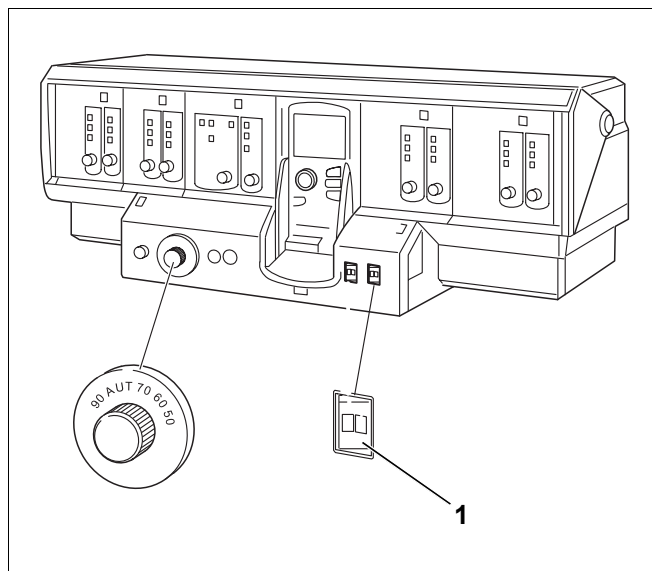

Bild 49 Beispieldarstellung Logamatic 4311
- ▶ Betriebsschalter (Bild 49, **Pos. 1**) am Regelgerät in die Stellung „0“ schalten.